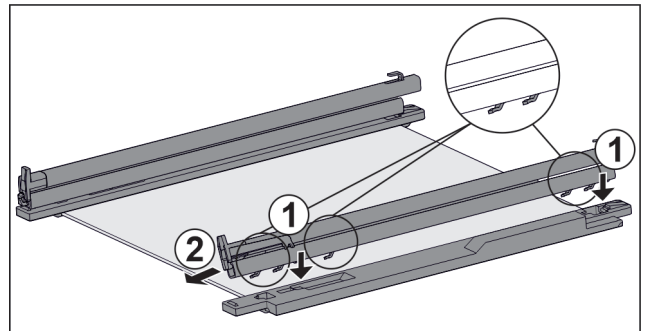

Fig. 125 Lasihylly kiskoilla ja pidikkeillä
- ▶ Aseta kiskon koukku **vasemman** pidikkeen aukoille. Fig. 125 (1)
- ▶ Vedä kiskoa eteenpäin. Fig. 125 (2)
- ▶ Aseta kiskon koukku **oikeanpuolisen** pidikkeen aukoille. Fig. 125 (1)